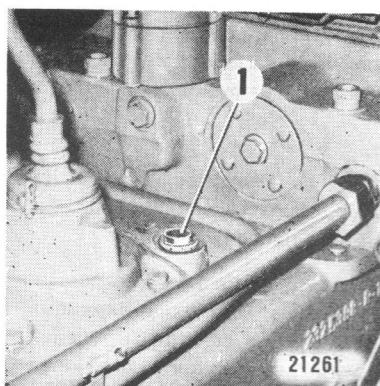

Fig. 70
En vue de vidanger l'huile altérée, ouvrir les 2 vis-bouchons (flèches sur la figure); autant que possible, faire la vidange tant que la transmission est encore en température de marche. Une fois l'huile écoulee, refermer les 2 vis-bouchons (sans oublier leurs joints) et faire le plein d'huile fraîche par le col ① de la gaine-guide de la jauge. (Cf. Fig. 70)